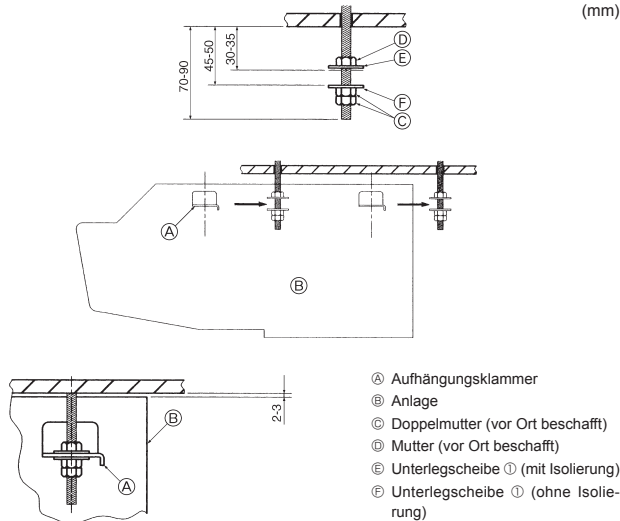

Fig. 3-6
3.3. Aufstellen der Innenanlage (Fig. 3-6)